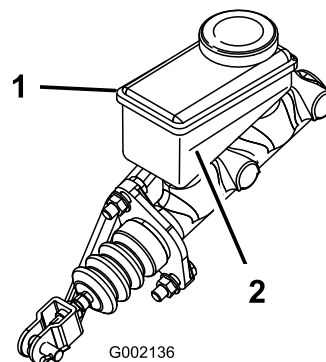

Figure 110
5. Observez le repère de niveau sur le côté du réservoir (Figure 110).
- B. Versez du liquide de frein DOT 3 dans le réservoir jusqu'à ce que le niveau dépasse le repère minimum (Figure 110).